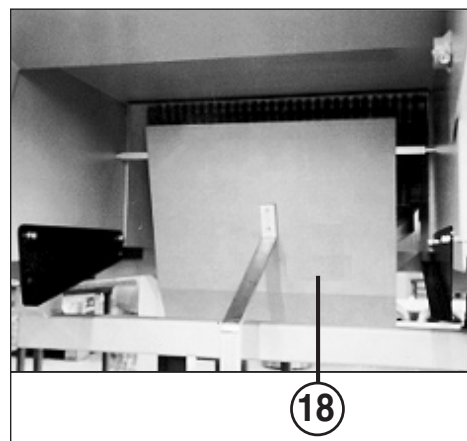

Fig. 3
- la **trappe de commutation (18)** (fig. 3) „réipient plein“ est-il libre de mouvement?